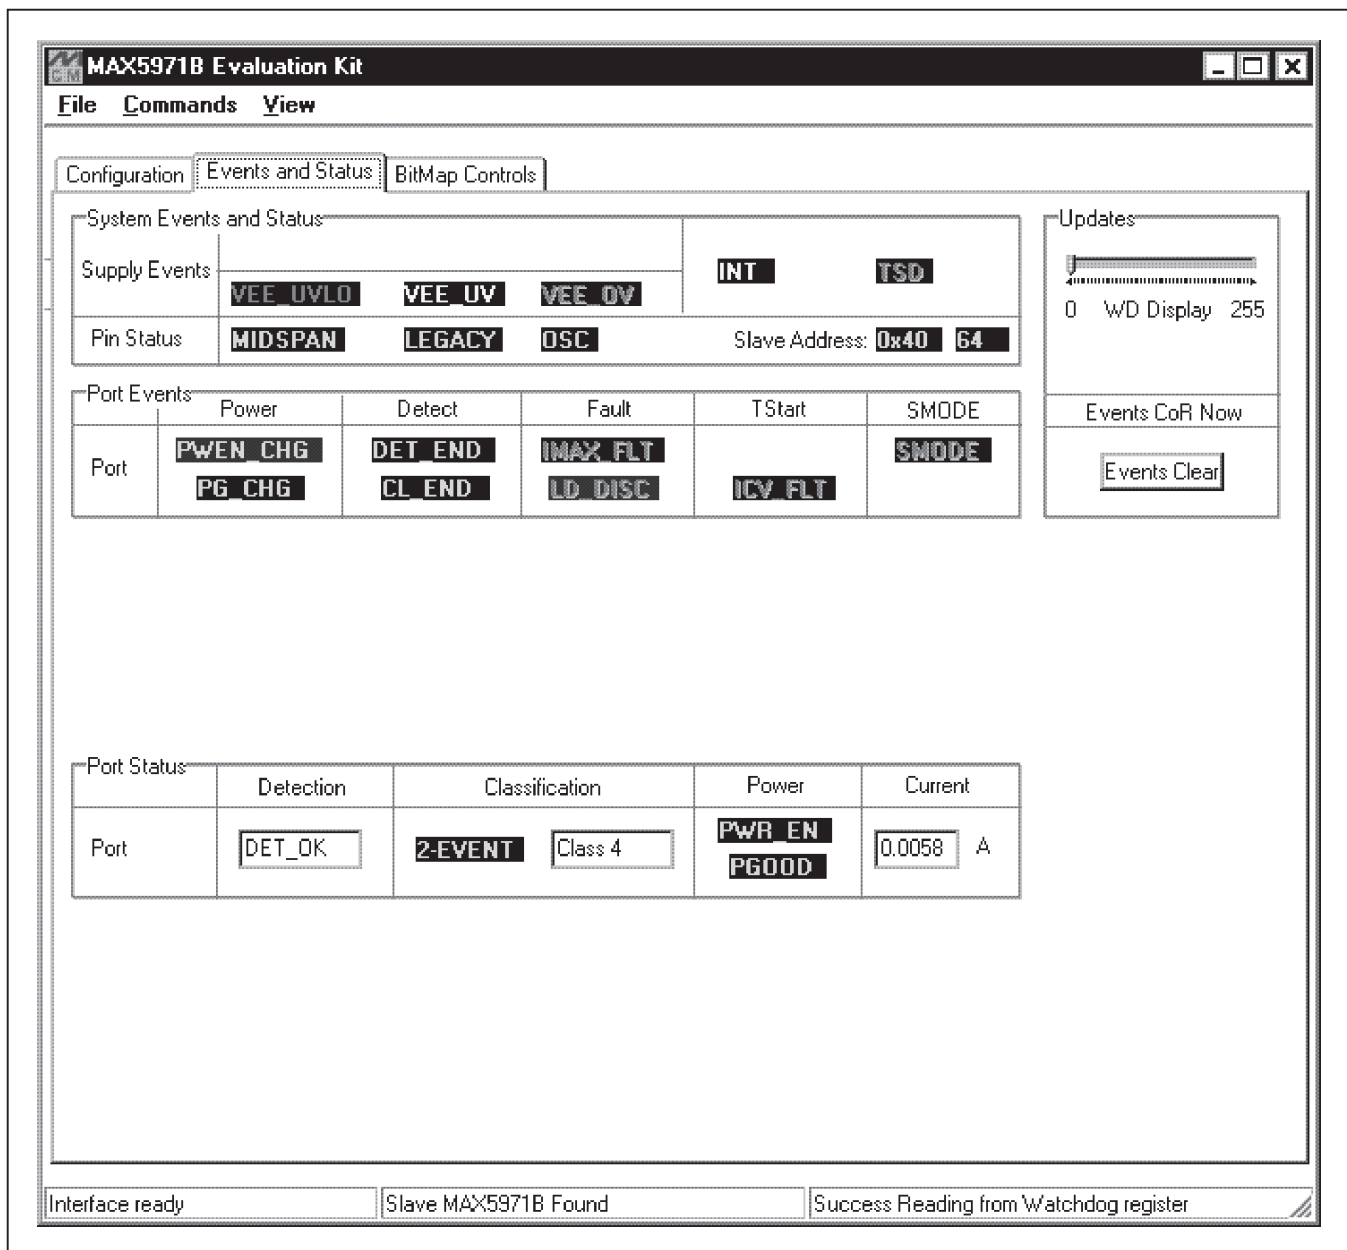

图1. MAX5971B评估软件(事件和状态标签页)
可利用鼠标或键盘的Tab键在主窗口(图1)选择各选项。评估软件具有三个标签页: **Configuration**、**Events and Status**和**BitMap Controls**。主窗口的大多数可用功能及其它几项功能可通过下拉式菜单进行评估。主窗口底部左侧的状态栏显示USB接口电路的状态; 中间的状态栏显示评估板和宏引擎的当前状态。
**Events and Status**标签页(图1)显示从IC寄存器获得的评估板系统和端口的事件/状态信息。**System Events and Status**组合框显示关于VEE电源、当前工作模式以及十六进制和十进制地址等系统级信息; **Port Events**组合框显示PSE端口事件或变化状态; **Port Status**组合框显示PSE端口在检测、分级和所连接PD的使用期间的工作状态。